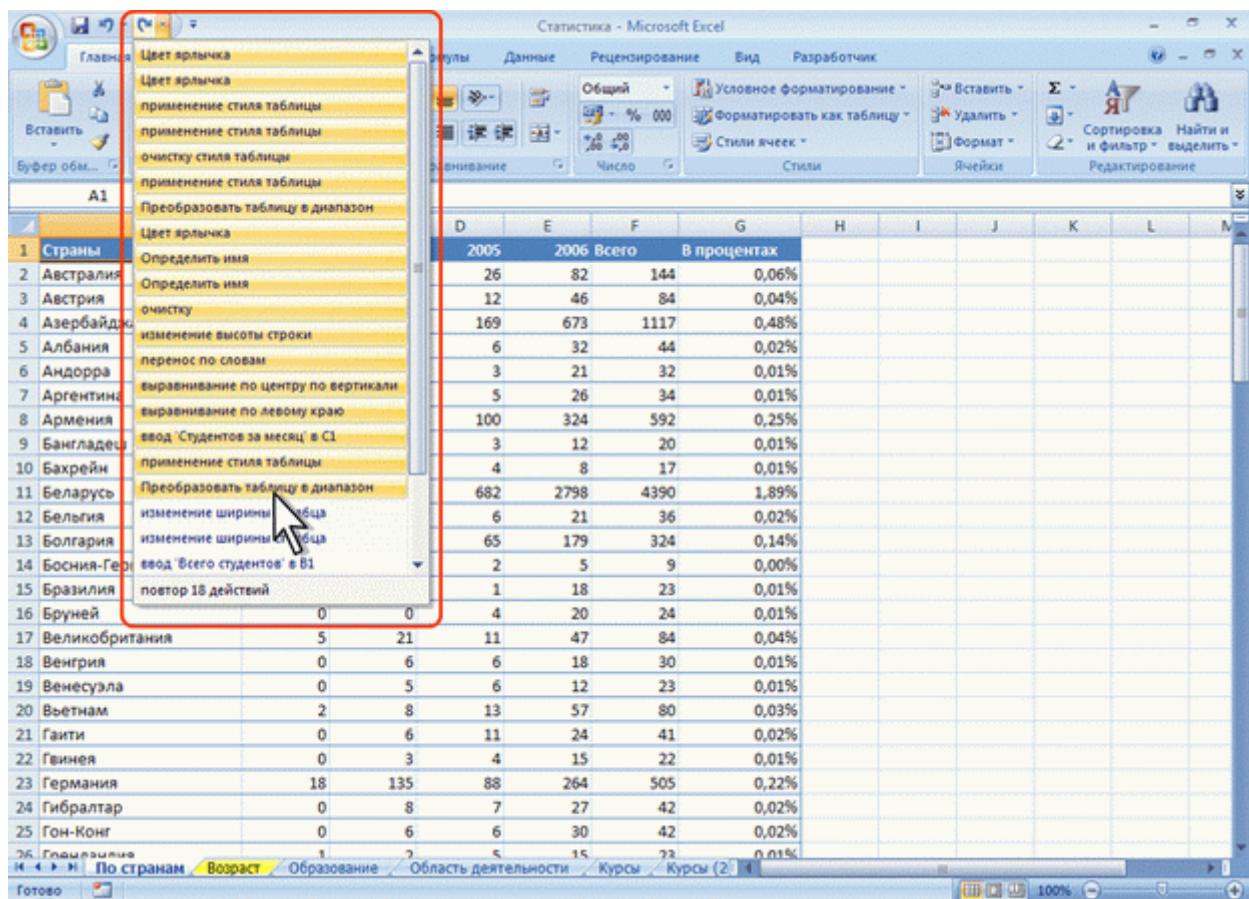

Рис. 3.25. Возврат нескольких действий
2. Выберите действие, начиная с которого следует вернуть отмененные действия, расположенные выше в списке (рис. 3.25).